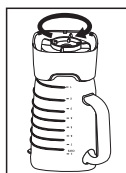

Fig. 5
5. Enrosque el disco de fondo roscado negro girandolo en direccion de las manesillas del reloj. (Fig. 5)